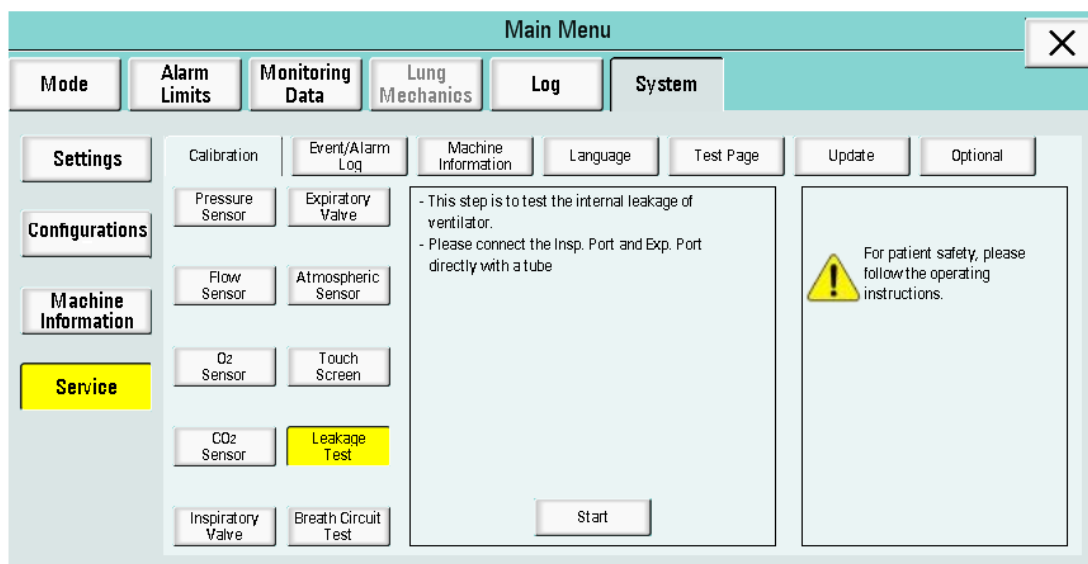

Figura 6-67
(8) Calibração do teste de vazamento: Clique em "Teste de vazamento" para entrar na interface de teste. Uma mensagem é exibida: "Nesta etapa, é feito o teste de vazamento interno do ventilador. Conecte as portas Insp. e Exp. diretamente com um tubo", como mostra a Figura 6-67.